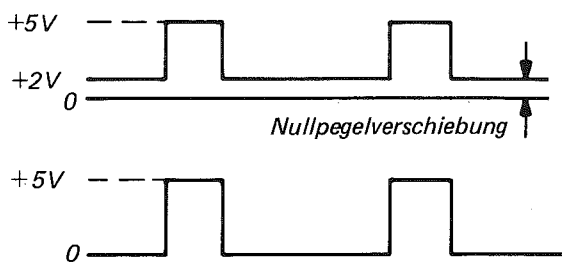

Abb. 6.2. Nullpegelverschiebung
- Regler BASE LINE OFFSET drehen und Verschiebung des Nullpegels beobachten, vgl. Abb. 6.2.